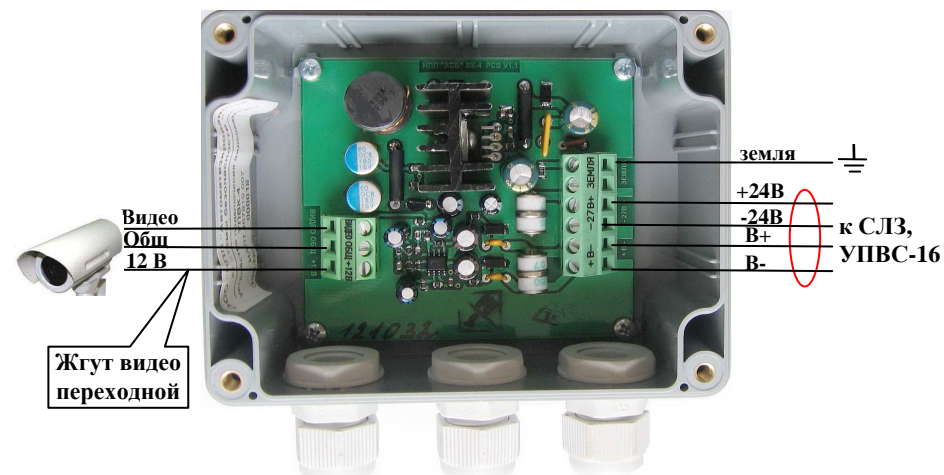

Рисунок 4.3. Подключение к УПВК-1У.
3. Подсоедините заземляющий провод к клемме «земля» УПВК (рис.4.3).
4. Подсоедините цепи «Общ, Видео, +12В» от видеокамеры к соответствующим клеммам УПВК (при необходимости через переходной жгут, схема подключения рис.4.3).